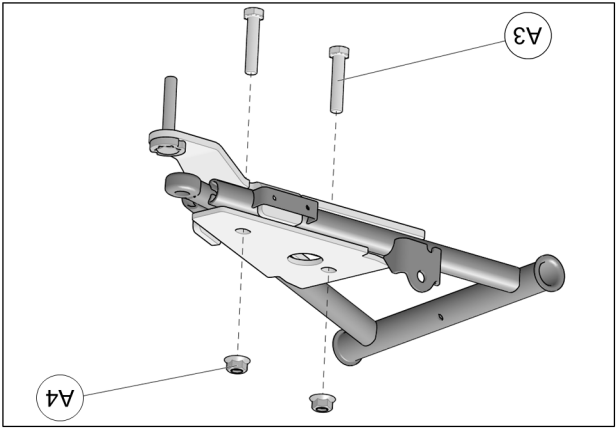

Fig. 22
6. Insérer les boulons M10x50mm (A3) par le dessous de l'ancrage. Assembler les deux parties avec les écrous (A4) fournis. Serrer l'assemblage à un couple de 50 N•m [37 lb•pi]. Voir la Fig. 22